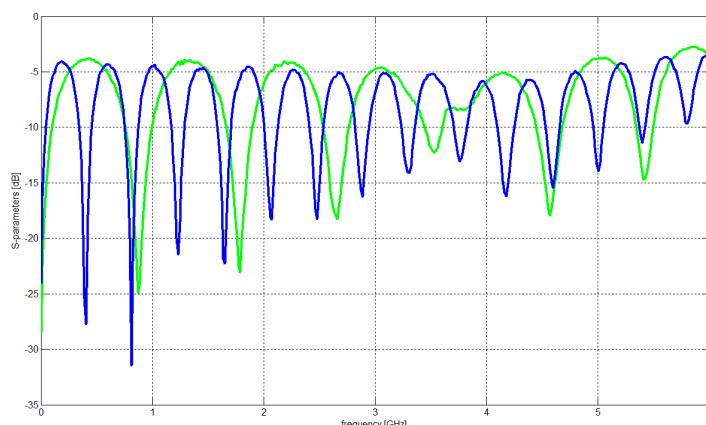

Figura 8: Comparación para líneas de diferente longitud.
2. Grafique en Matlab ó AWR los mismos parámetros de dispersión para las dos líneas seleccionadas. Por ejemplo, en la figura 8 se muestra el gráfico de los parámetros  $S_{21}$  de dos líneas cortas: de  $Z_0=25\ \Omega$  (azul) y la de  $Z_0=100\ \Omega$  (verde). Para este paso, utilice la función “Sparameters\_Graph” ó “Sparameters\_Graph\_AWR” ó AWR. Anote sus observaciones para su posterior análisis.